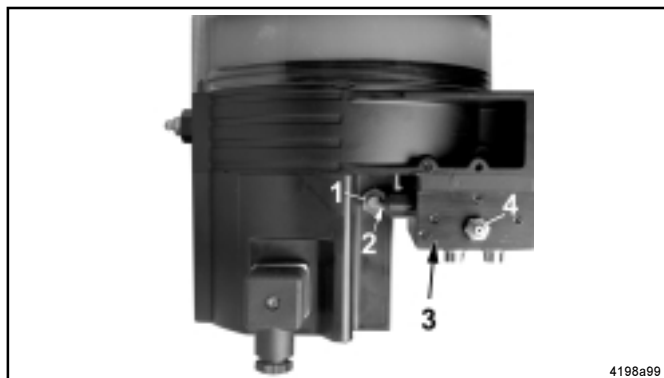

Fig. 14 - QLS 301 avec doseur SSV installé à l'arrière
- doseur SSV installé à l'arrière (voir Fig. 14)
- Une fois que tous les points de graissage ont été alimentés en lubrifiant, un cycle complet de graissage est terminé. Le moteur est alors arrêté par un commutateur de proximité intégré au système (initiateur; voir Fig. 14).